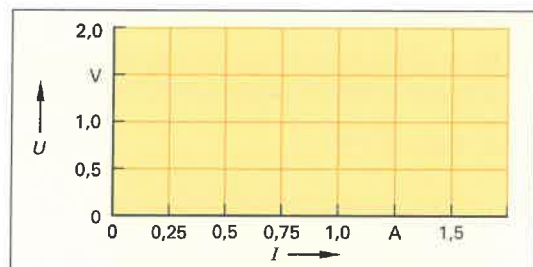

Bild 3: Belastungskennlinie der Spannungsquelle
5. Zeichnen Sie die Kennlinie der Spannungsquelle mit den in **Aufgabe 4** berechneten Wertepaaren in **Bild 3**.